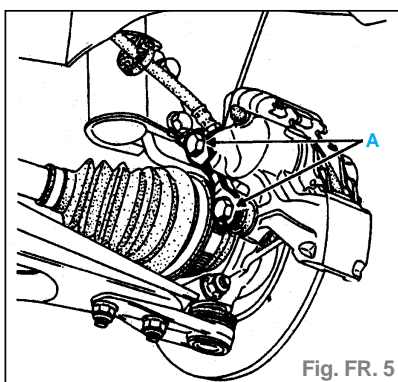

Fig. FR. 5
- les deux vis (A) de fixation sur le porte-fusée (fig. FR. 5).